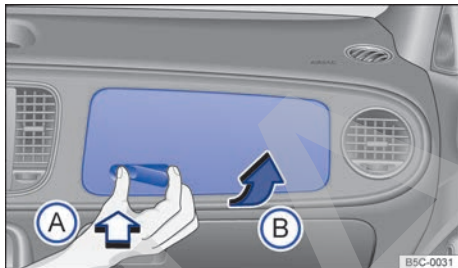

Fig. 118 En el lado del acompañante: abrir la guantera superior.
- *Apertura:* Presione sobre la cavidad de la manilla → fig. 118 (flecha A). A continuación abra la tapa de la guantera tirando hacia arriba de la manilla que sobresale → fig. 118 (flecha B).